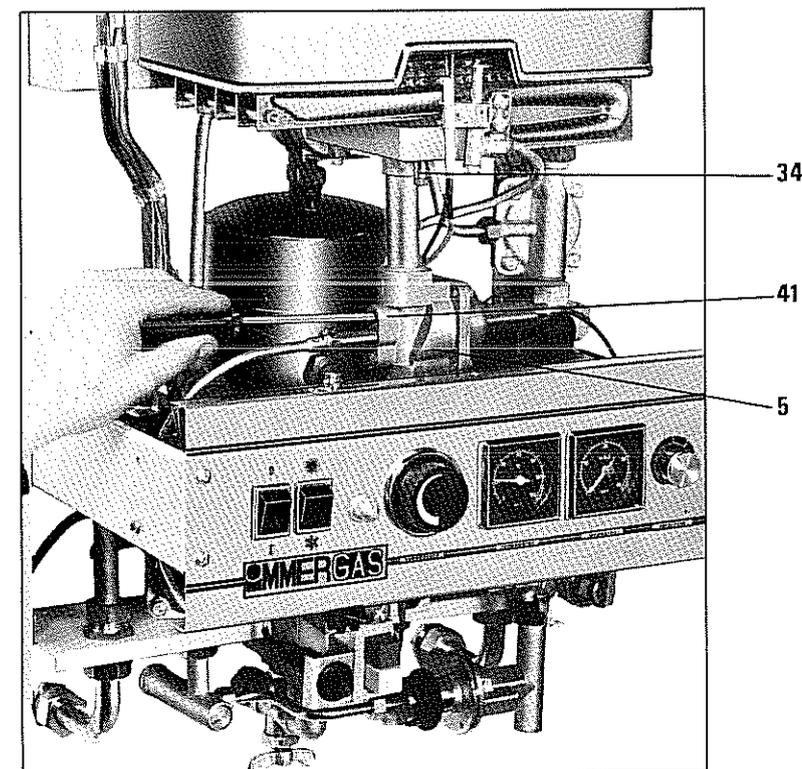

FIG. 12 — REGOLAZIONE DELLA POTENZIALITÀ DI RISCALDAMENTO
Tutte le caldaie vengono tarate in fabbrica per una potenza di riscaldamento di circa 12.500 Kcal/h; nel caso necessiti ridurla o aumentarla, agire sulla vite (41) di regolazione della valvola modulare (5) dopo aver tolto il tappo di tenuta (vedi fig. 12).